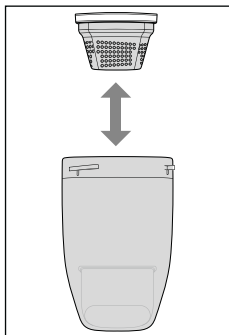

Fig. 8
3. Sujete el filtro de polvo **5** con los dedos pulgar e índice y tire de este junto con la carcasa del filtro **4** para extraerlos del depósito de suciedad **3** (consulte la fig. 8).
5. Vuelva a insertar el filtro de polvo **5** con la carcasa del filtro **4** en el depósito de suciedad **3** (consulte la fig. 8).